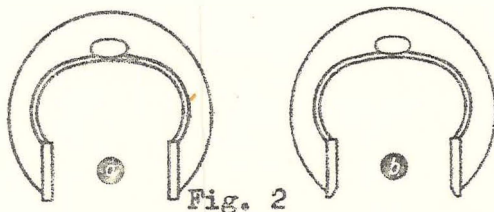

Fig. 2
- Para diámetros hasta los 100 mm. se emplean calibres de doble herradura; las medidas mayores se comprueban con dos calibres (Fig. 2).